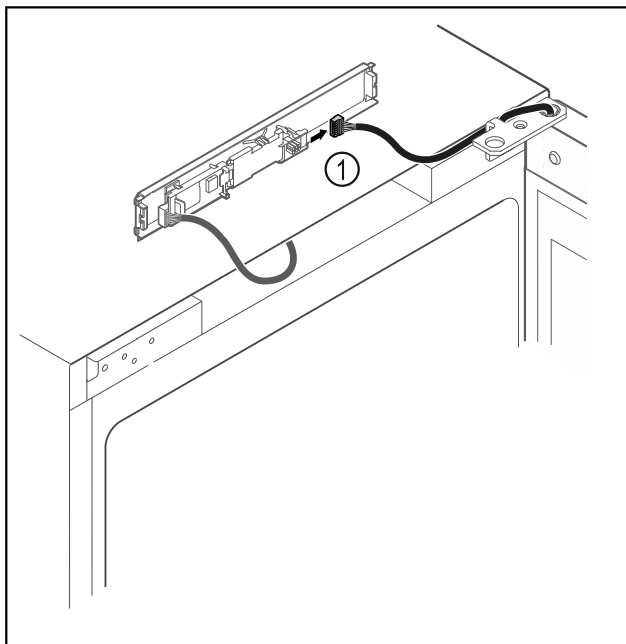

Fig. 18
- ▶ Débrancher le connecteur Fig. 18 (1) de la platine.